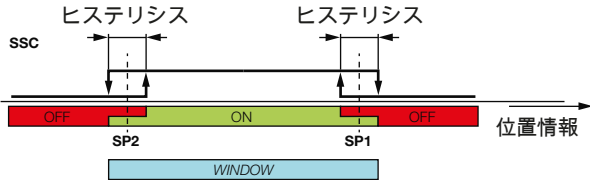

図 6-4: ウィンドウモードの例
- ウィンドウモード (windowed mode、図 6-4) : 値 : 2